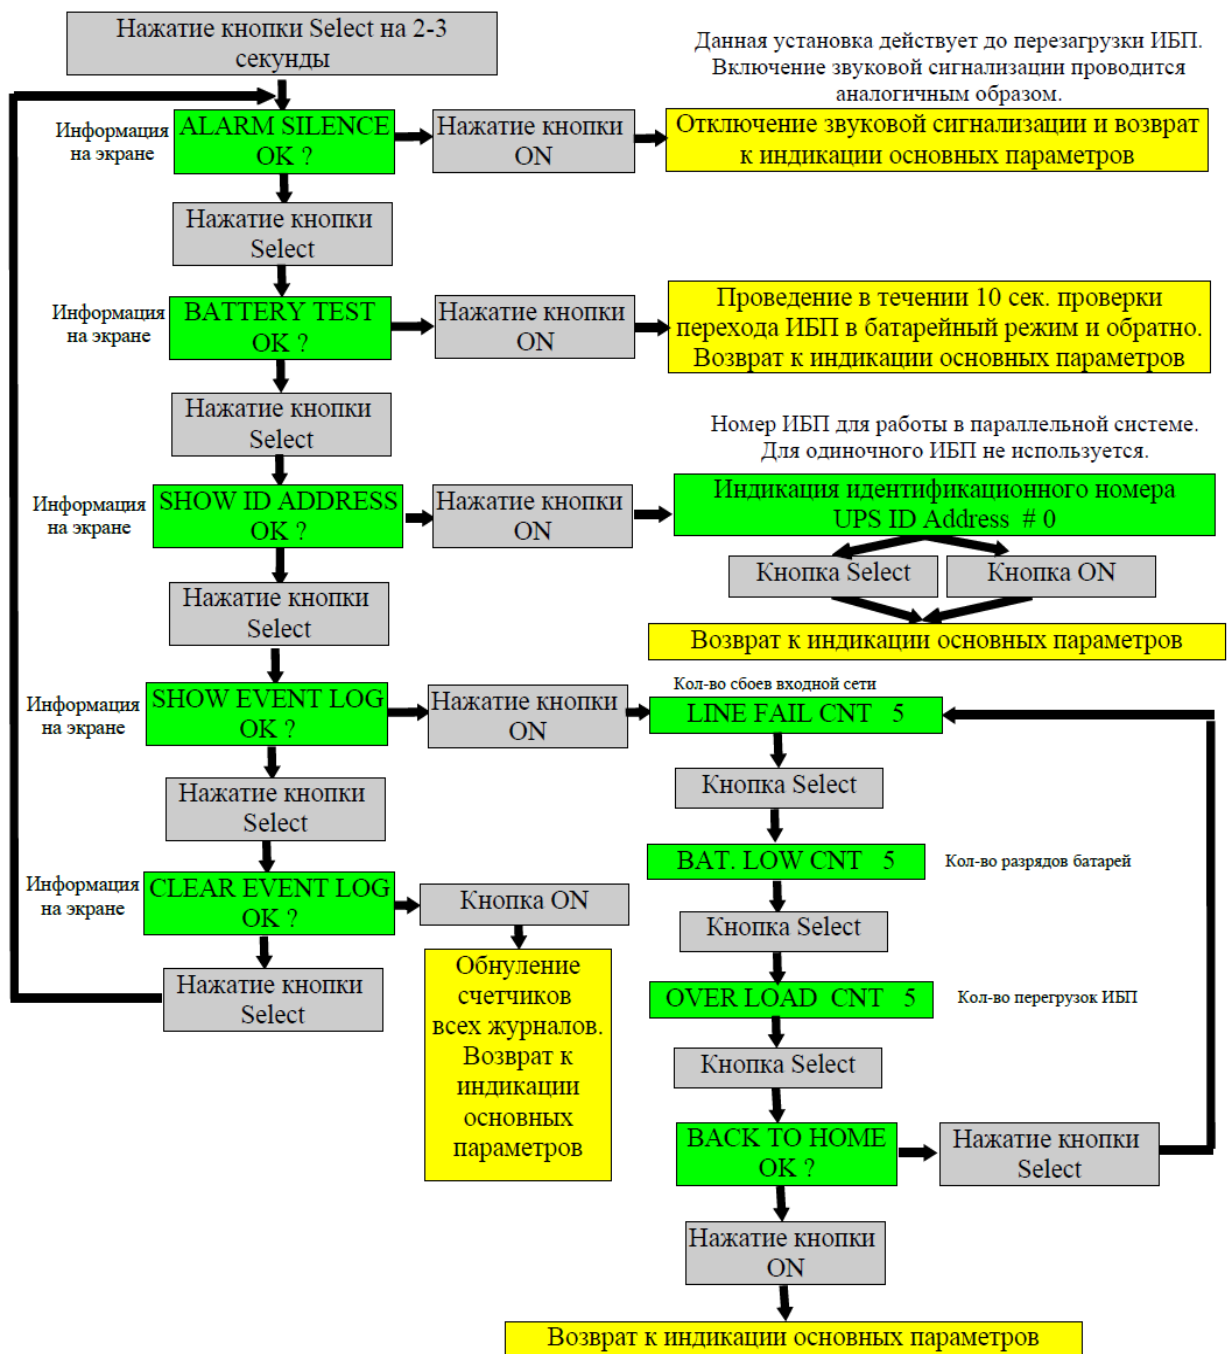

Рис. 5.3 Просмотр дополнительных параметров
5.3.7 Просмотр дополнительных параметров (см. рис.5.3)